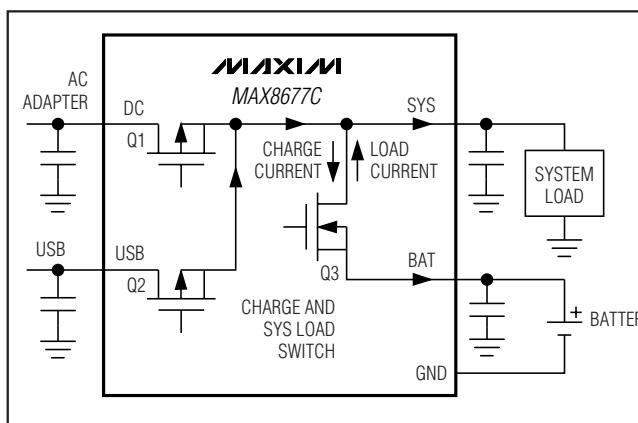

图4. 智能电源选择器方框图
MAX8677C智能电源选择器可在外部输入电源、电池以及系统负载之间无缝切换(图4)。其基本功能如下：
当DC或USB端无可用地源时，内置的40mΩ MOSFET (Q3, 图4)连接SYS和BAT。当检测到DC或USB端连接有电源时，该开关断开且SYS通过输入限制器由有效输入电源供电。
输入电压限制器实质上就是一个LDO稳压器。低压差工作时，稳压器在DC和SYS间的0.2Ω MOSFET (Q1, 图4)仅产生很小的I²R消耗。连接AC适配器或USB电源时，输入限制器可在外部电源、系统负载以及电池充电器之间分配电源。输入限制器除了为SYS端系统负载和充电器负载供电外，还具有优化电源利用率的功能：
- 输入电压限制。**如果输入电压超过过压保护门限(典型值6.9V)，MAX8677C进入过压锁定(OVLO)状态。OVLO可为MAX8677C以及后续电路提供高达14V的DC电压、高达8V的USB电压保护。在OVLO状态下，VL保持有效，出现过压的输入开关(Q1、Q3，参考图4)断开，且相应的电源监视器输出(DOK、UOK)以及CHG均为高阻态。
如果DC和USB输入端均出现过压，两个输入开关(Q1、Q2，参见图4)都将断开，充电器关闭。BAT-SYS开关(Q3，参见图4)闭合，允许电池为SYS供电。
如果输入电压低于BAT电压或者低于3.5V (下降沿) DC欠压门限，则输入电源无效。电源无效时，SYS通过一个40mΩ开关(Q3，图4)连接至BAT。
- 自适应电池充电。**当系统由DC供电时，充电器从SYS获取能量为电池充电。如果充电器负载加上系统负载所需要的总电流超过输入电流限制，则自适应充电器控制环路将降低充电电流，以避免SYS电压跌落。保持较高的SYS电压可提高效率，降低输入限制器的功耗。流过开关(Q1或Q2，图4)的总电流是SYS端负载电流与电池充电电流之和。限制器钳位至4.35V，因此输入电压大于4.35V时会增加限制器的功耗。限制器的功率损耗为(V_{DC} - 4.35) x I，但不低于I² x 0.2Ω。另外还需注意的是当任何一路输入超过6.9V (标称值)时，MAX8677C自动关断。